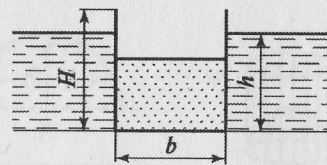

Рис. 4.1
**Задача 4.2.** Прямоугольная баржа размером  $l \times b \times H = 60 \times 8 \times 3,5 \text{ м}$  (рис. 4.1) наполнена песком относительной плотностью  $\rho_{\text{п}} = 2,0 \text{ кг/м}^3$  и весом  $G = 1440 \cdot 10^4 \text{ Н}$ . Определить осадку баржи  $h$ ; объем песка, который необходимо отгрузить с баржи, чтобы осадка не превышала  $h = 1,2 \text{ м}$  ( $\rho_{\text{в}} = 1000 \text{ кг/м}^3$ ).